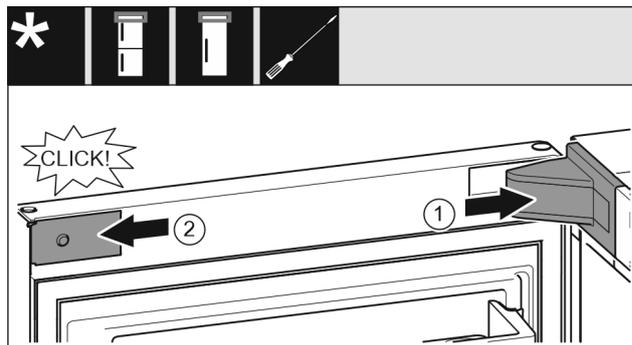

Fig. 22
- ▶ Nasadte a zaklapněte kryt stojanu ložiska, příp. opatrně odtlačte od sebe. Fig. 22 (1)
- ▶ Z boku nasadte zásepku a zaklapněte. Fig. 22 (2)